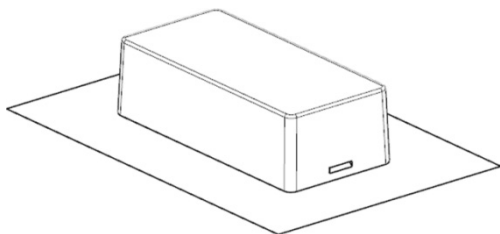

图 10-8 创建拉伸曲面
(12) 单击“完成”按钮，在【拉伸】对话框中对“指定矢量”选择“YC ↑”，“结束”选取“对称值”选项，把“距离”设为 50mm，“布尔”选“无”。
(13) 单击“确定”按钮，创建拉伸曲面，如图 10-8 所示。